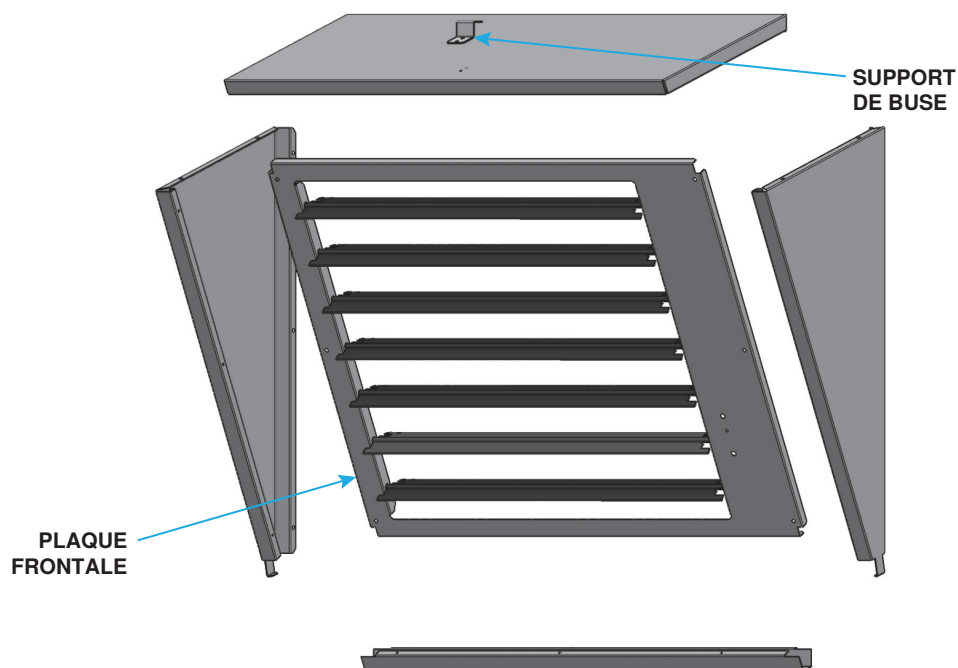

Figure 5. Ensemble de buse de descente pour chauffage hydronique
3. Assembler l'ensemble de buse à rotation descendante (voir **Figure 5**) :
- a. Positionner le cadre contre la plaque frontale noire encastrée sur la buse (voir **Figure 5**).
a. Positionner le support de buse sur la première buse tel qu'illustré à la Figure 5 et fixez le support à l'aide des vis du kit.